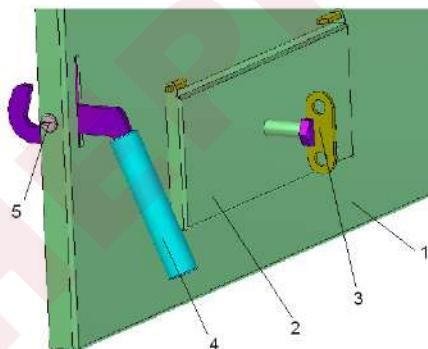

Рис.8 Дверца шуровочная
5.3.3 На дверцы (**рис.1, 2**) установить ручки 4 (**рис.8**), закрепив их осяями 5.
На крышку 2 (**рис.8**) шуровочной дверцы 1 установить винт 3. С его помощью можно регулировать зазором до 20 мм.